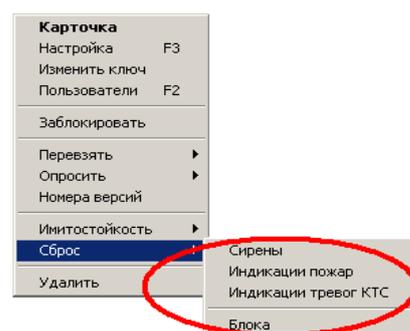

Рисунок 5.52. Сброс
- **Сброс** (рисунок 5.52) — дает доступ к пунктам меню, формирующим отдельные команды сброса: